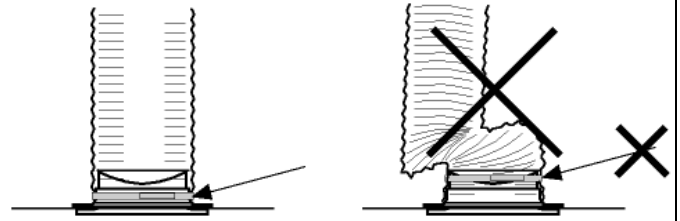

Fig. 5
**NB!** Ved evt. bruk av fleksibel slange ved tilkobling av kjøkkenheten, påse at "kanaltverrsnittet" ikke reduseres. (Jfr. fig. 5).
**OBS!** Vid användning av flexibel slang vid anslutning av kåpan, se till att kanalarean inte reduceras (fig. 5).
**Achtung!** Wenn die Dunstabzugshaube und das Kanalsystem mit Flexrohr verbunden werden, darf der Rohrdurchmesser nicht reduziert werden. (fig. 5).
**NOTE!** If flexible duct is installed for connection between cookerhood and duct system, make sure that the duct dimension is not reduced (see fig. 5).